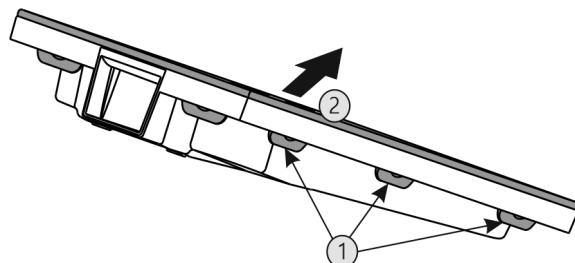

Fig. 32
- Натиснете всички езичета Fig. 32 (1) последователно и свалете капака Fig. 32 (2).